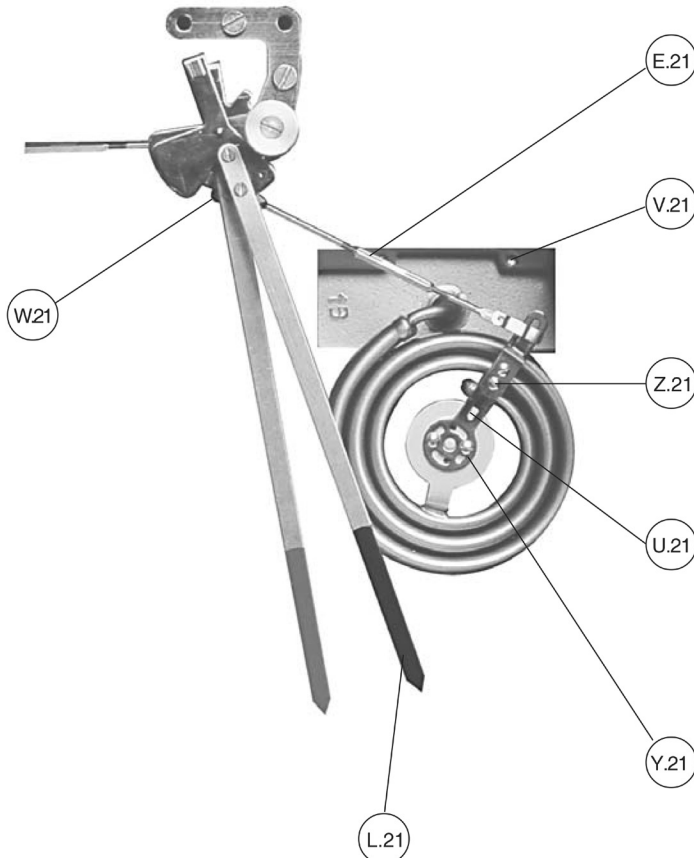
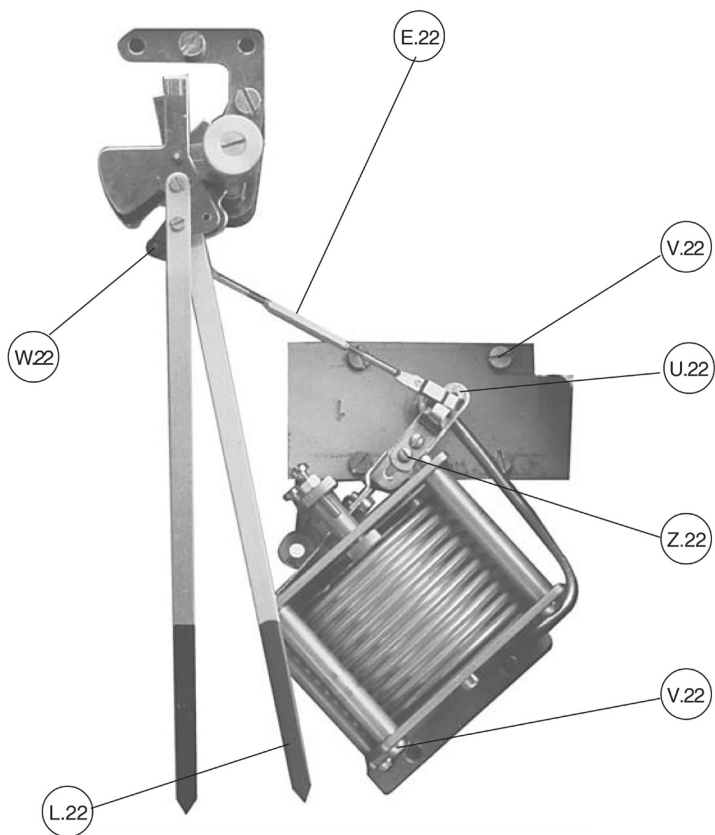
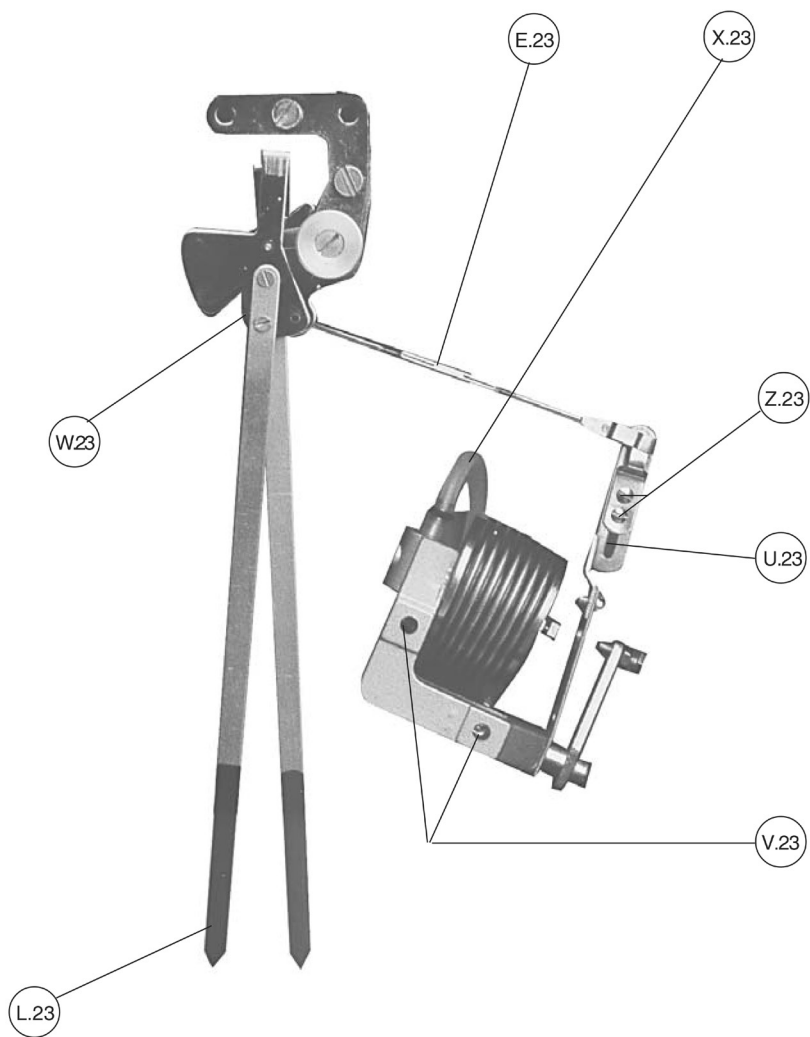
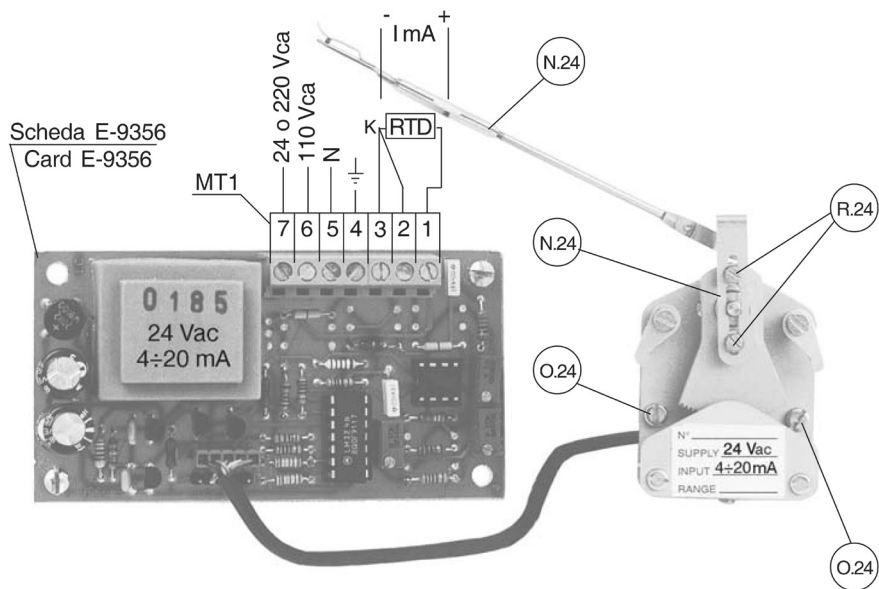

Fig. 21 - Elemento di misura con molla spirale (manometrica o termometrica)
Fig. 22 - Elemento di misura con soffiometro (bassa pressione o pressione assoluta)
Fig. 23 - Elemento ricevitore pneumatico
Fig. 24 - Elemento ricevitore elettromeccanico EMT200 (vedere anche istruzioni 3.837.5275.909)
Esigenze di funzionamento o danneggiamenti accidentali possono rendere necessaria la sostituzione dell'elemento di misura. Può accadere, specialmente quando la sostituzione comporta la modifica della scala, che il nuovo elemento di misura esegua un movimento angolare diverso dal precedente. La sostituzione dovrà in ogni caso essere seguita da un controllo e da una messa a punto del sistema di misura: le operazioni da eseguire sono descritte nei paragrafi seguenti. Per la sostituzione si procederà come segue. Vedi Fig. 21 per spirali manometriche o termometriche, Fig. 22 per elementi a soffietto e Fig. 23 per elementi ricevitori pneumatici o 24 per ricevitori elettromeccanici.
Operating requirement or accidental damages may demand the replacement of the measuring element. The angular movement of the new measuring system can differ from the previous one: replacement must be always followed by an accurate control and calibration as described in the following paragraphs. For the replacement act as follows and make reference to Fig. 21 for the thermometric or manometric element, to Fig. 22 for bellows elements and to fig. 23 for the pneumatic receiving unit or Fig. 24 for electromechanical receiving unit (for the last ones see also installation and maintenance manual 3.837.5275.209).
Consiste nella verifica su due punti del campo di misura (normalmente allo zero e al 100% della scala) della corrispondenza del valore indicato dallo strumento col valore reale della grandezza misurata. L'ampiezza del campo di misura dipende dal rapporto tra la lunghezza del braccio di leva (U.21+24) collegato con l'elemento di misura e la lunghezza del braccio di leva (W.22+23) collegato con l'indice di misura. Poiché il braccio di leva (V) è fisso si dovrà agire sulla lunghezza del braccio (U) procedendo come di seguito descritto. Se l'elemento di misura è del tipo a spirale manometrica o termometrica riferirsi alla Fig. 21 od alla Fig. 22 se è del tipo a soffiutto e se ricevitore pneumatico alla Fig. 23 o 24 se trattasi di un ricevitore elettromeccanico.
- 2.a) Utilizzando uno strumento campione di sicura precisione portare la variabile al valore corrispondente allo zero della scala e verificare la coincidenza dell'indice di misura (L) con la graduazione di inizio scala; correggere l'eventuale differenza agendo sul tirante esagonale dell'astina (E).
- 5) Restore the connection between the link (E) and the arm (U); paying attention to introduce correctly the jointing ball into its seat; verify this connection is done using the right hole on the arm (W) indicated by leaving it clear by the red coating or specified with the spare supply; in this latest case the information is done indicating the order number of the hole from the free side of the arm.
It must be done on two different measured point (normally the zero and the 100% of the scale) verifying the correspondence of the instrument indicated value to the effective measured value. The measuring range span is related to the ratio between the length of the arm (U.21 to 24), connected with the measuring element, and the length of the lever (W.21 to 23) linked to the indicating black pointer. Being the lever (W) length not adjustable it will be necessary to act on the arm (U) as follows. Make reference to fig. 21 when the measuring element is a thermometric or manometric spring, to Fig. 22 for bellows unit and to Fig. 23 when pneumatic receivers are involved or to Fig. 24 for electromechanical transducer.
- 2.a) Making reference to a calibration instrument adjust the measured variable to a value corresponding to the zero of the indicating scale and check the correspondence between the pointer (L) and the graduation of the scale beginning; errors and differences, if any, must be eliminated acting on the turnbuckle of the link (E).